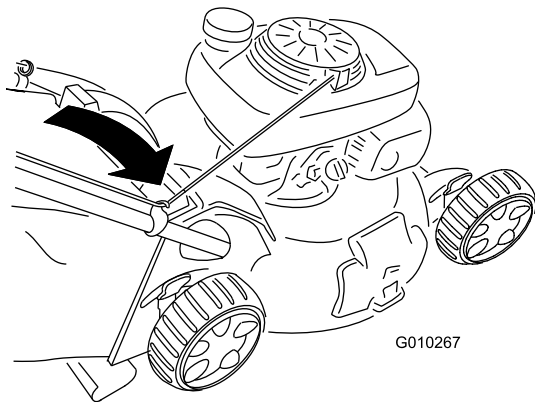

Figura 29
2. Pase la cuerda del arrancador alrededor de la guía de cuerda inferior (Figura 29).